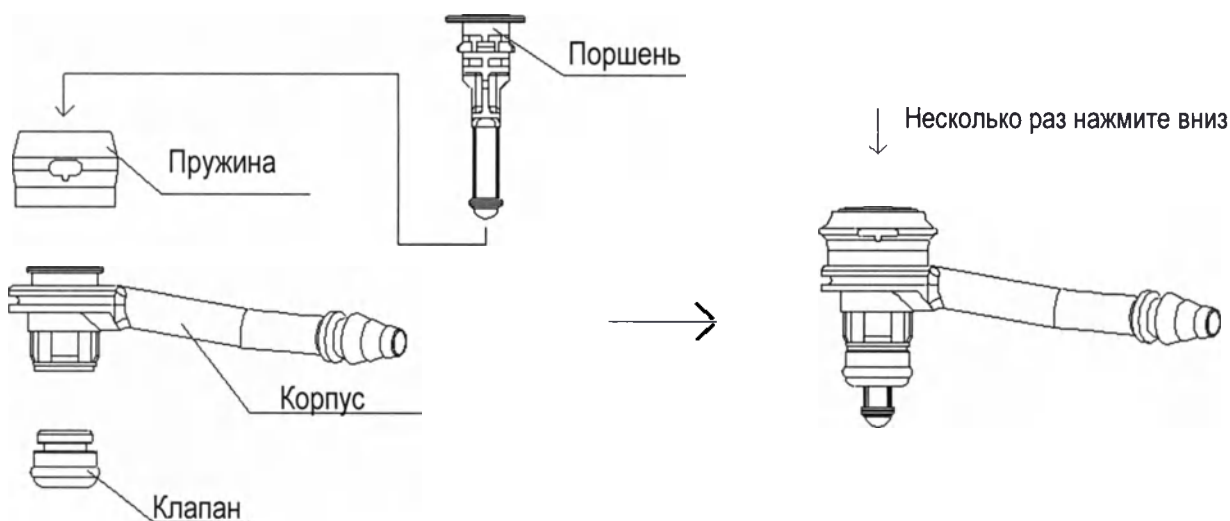

Рисунок 6. Сбор клапана отсоса
5.2) Проверка после сбора (Рисунок 6)